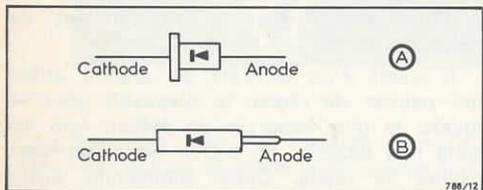

Fig. 12
Le symbole schématique d'une diode est indiqué par la figure 12 en (A) et (B). Ce symbole est un triangle et une droite touchant le sommet du triangle.